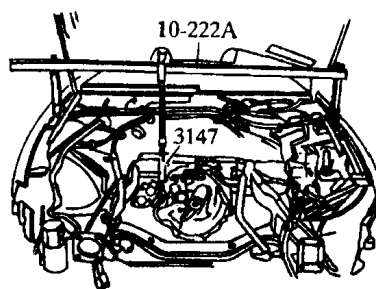

图 1-16
(16) 用支撑架 10-222A 固定在挡泥板边缘上, 把变速器挂钩 3147 挂在变速器壳体的螺栓孔内, 如图 1-16 所示。